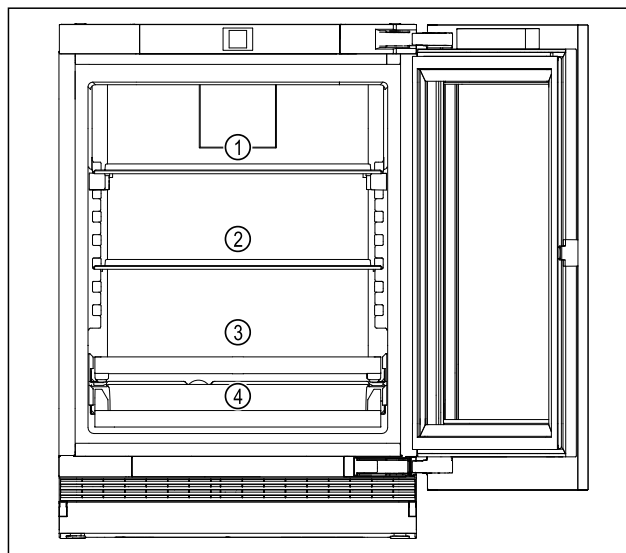

Fig. 4 Représentation à titre d'exemple
- Zone supérieure Fig. 4 (1) : conserver les boîtes de conserve, les petites bouteilles.
- Zone centrale Fig. 4 (2) : conserver les boîtes de conserve, les petites bouteilles.
- Zone inférieure Fig. 4 (3) : conserver les boîtes de conserve, les petites bouteilles.
- Porte-boissons (4) : conserver les boîtes de conserve, les petites bouteilles.